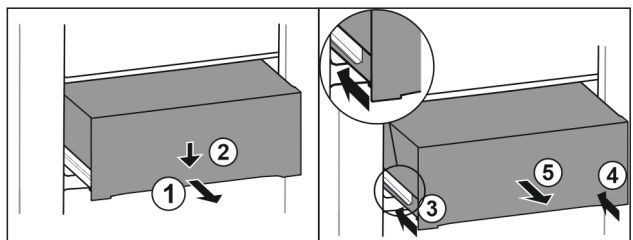

Fig. 80
- Izvucite ladicu na pola. Fig. 80 (1)
- Pritisnite ladicu naprijed prema dolje. Fig. 80 (2)
- Gurnite lijevu vodilicu za oko 2 cm. Fig. 80 (3)
- Gurnite desnu vodilicu za oko 2 cm. Fig. 80 (4)
- Izvadite ladicu prema naprijed. Fig. 80 (5)